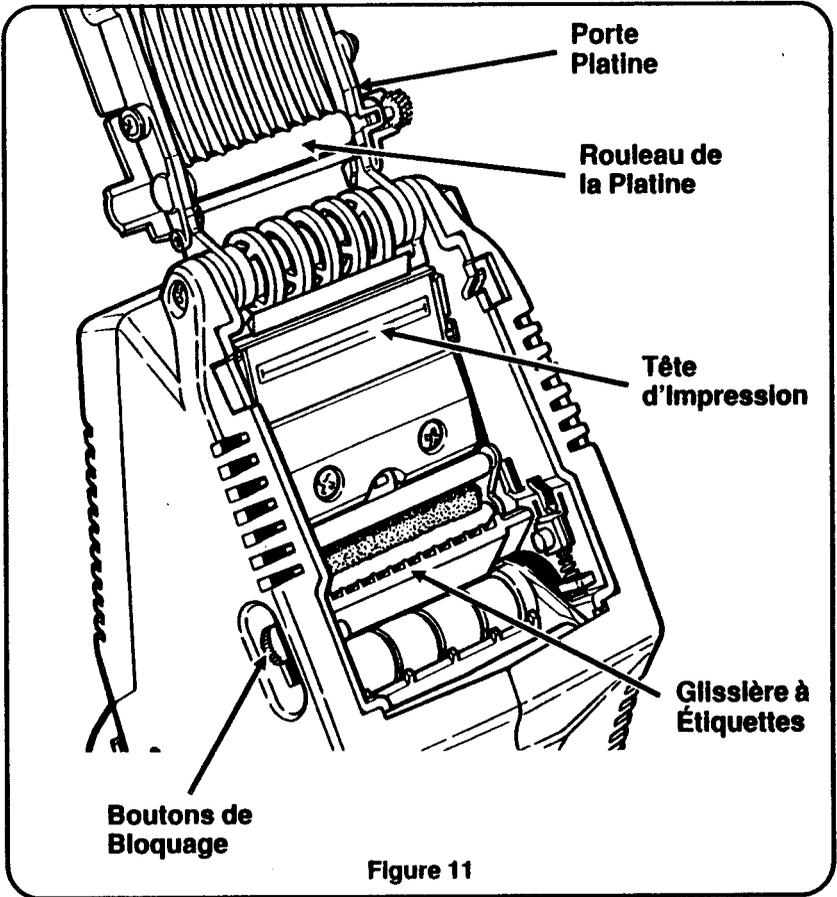

Figure 11
2. Faites glisser deux fois les boutons de blocage (figure 11) vers l'arrière et relâchez-les pour ouvrir **complètement** le porte platine.
5. Nettoyez la tête d'impression (figure 11); enlevez l'adhésif et les morceaux d'étiquette.